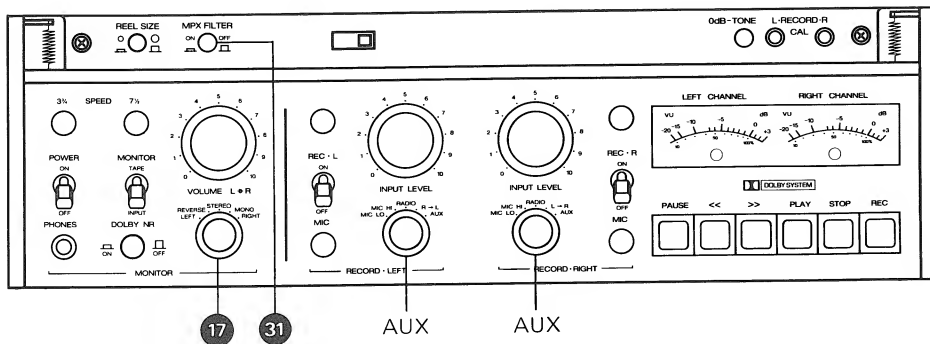

Fig 9.7.
- Bedienungselemente nach Fig. 9.7. einstellen.
- Adjust operating controls as per fig. 9.7.
- Effectuez les commutations selon la fig. 9.7.